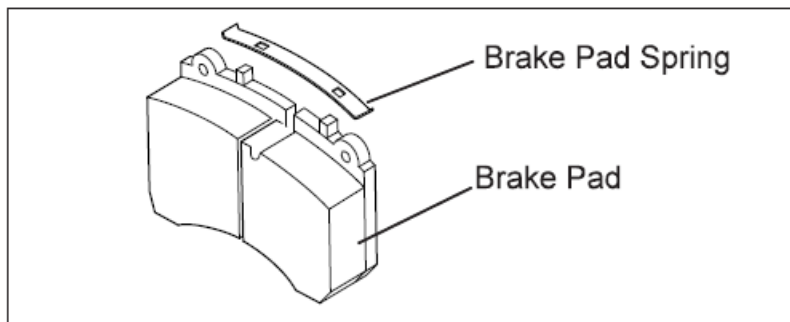

Figura 15: Instalación del resorte de retención de la pastilla
20. Instale los resortes de retención de las pastillas de freno en las pastillas de freno insertando un extremo del resorte en la lengüeta situada en la parte superior de la pastilla de freno. Aplique con cuidado la fuerza suficiente para permitir que la segunda lengüeta encaje completamente, teniendo cuidado de mantener los dedos, etc. alejados del resorte a medida que se asienta. **Ver la Figura 15.**